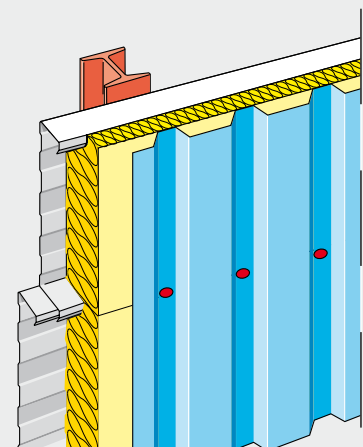

Fig. 1 - Horizontale binnendozen, verticale buitenbeplating
- Horizontale binnendozen, verticale buitenbeplating. Isover ULTIMATE Cladisol wordt in de binnendozen geplaatst. Ter plaatse van de binnendoosflens heeft Isover ULTIMATE Cladisol over de volle lengte een snede. De geprofileerde buitenbeplating wordt door de Isover ULTIMATE Cladisol heen, aan de flenzen van de binnendozen bevestigd (fig 1).
- Caissons horizontaux, bardage extérieur vertical. Isover ULTIMATE Cladisol est posé dans les caissons. A la hauteur des lèvres du caisson, Isover ULTIMATE Cladisol présente, sur toute sa longueur, une entaille. Le bardage vertical extérieur est fixé au travers du Isover ULTIMATE Cladisol juste au niveau des lèvres du caisson (fig 1).